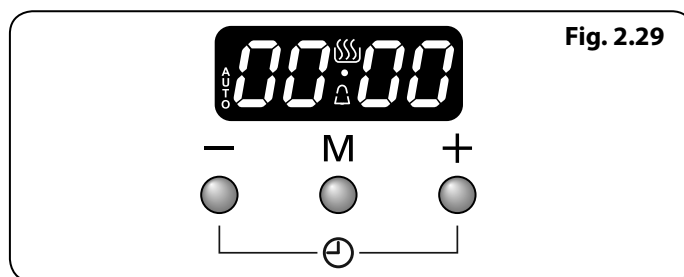

Fig. 2.29
1. L'horloge LCD est présentée en (Fig. 2.29). Une fois la cuisinière connectée et allumée, l'écran clignote (00.00) et l'heure débute à (00.00).